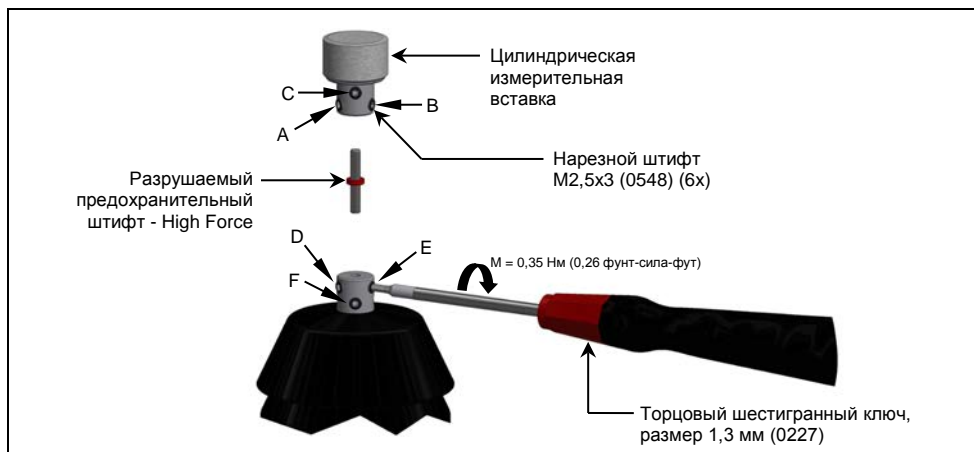

рис. 14 Замена измерительной вставки
1. Ослабьте нарезные штифты D, E и F (см. рис. 14) и извлеките измерительную вставку с разрушаемым предохранительным штифтом из адаптера для измерительного штифта.
2. Ослабьте нарезные штифты A, B и C на измерительной вставке (см. рис. 14) и извлеките разрушаемый предохранительный штифт.